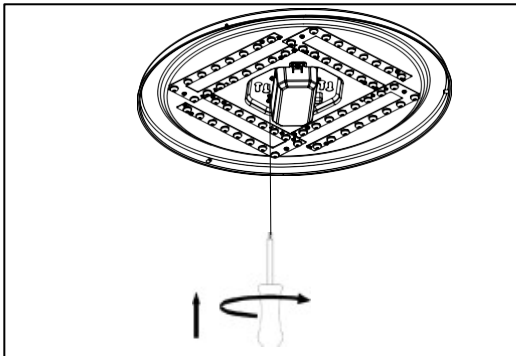

Figura 9
5. Gire el montaje de la carcasa (2) hacia la posición de cierre de la ranura en forma de ojo de cerradura. (Consulte la Figura 9).
6. Asegure los 2 tornillos con un destornillador Phillips (consulte la Figura 9).